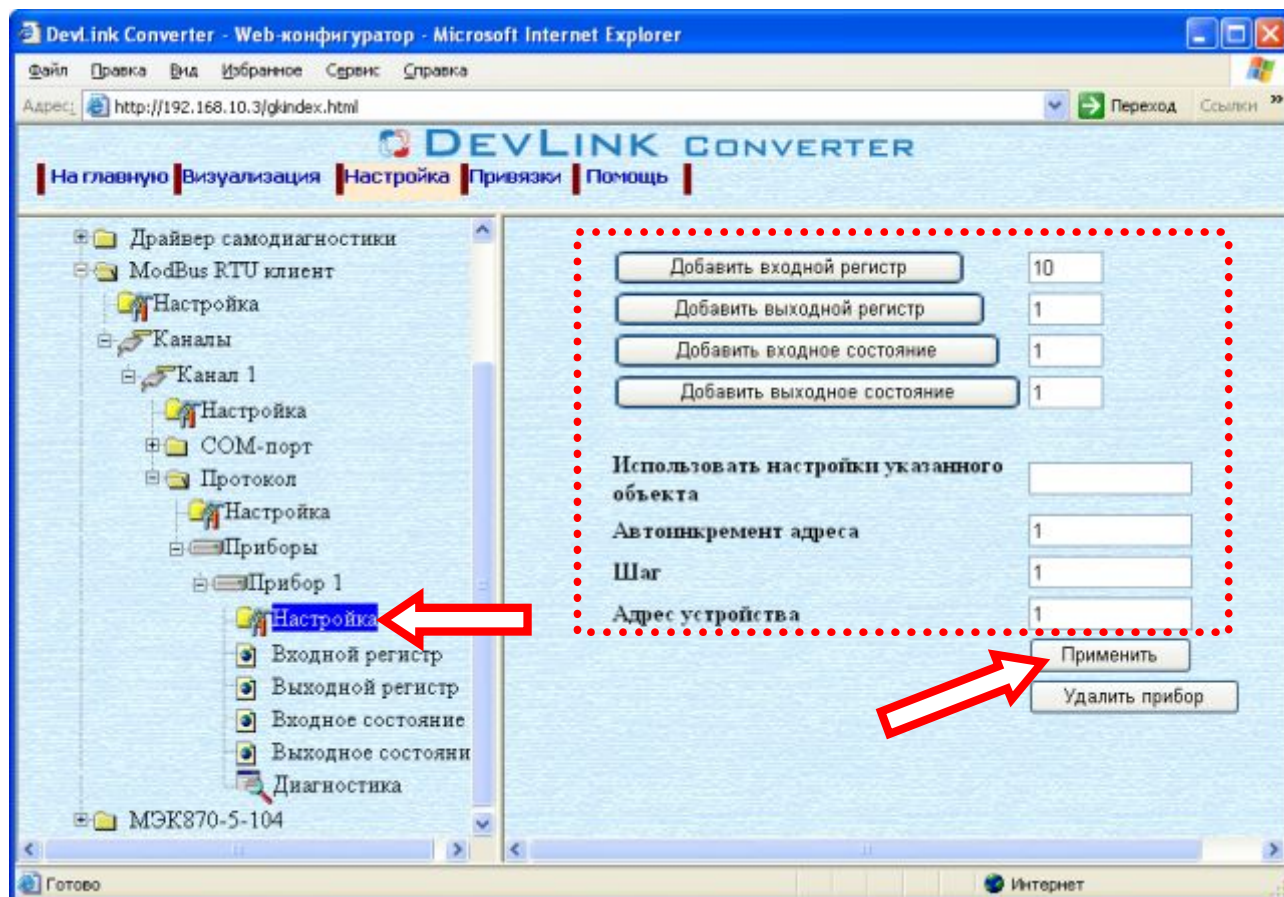

Рисунок 3.7 – Добавление регистров
- Выберите в дереве объектов *папку «Настройка»* протокола драйвера нужного канала (рисунок 3.7).